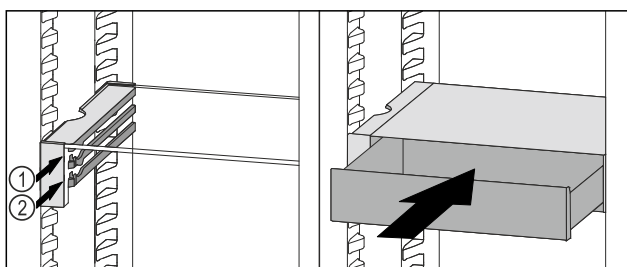

Fig. 116
- ▶ Nasaďte zásuvku VarioSafe za zářezky na požadovaném žebro Fig. 116 (1) nebo Fig. 116 (2).